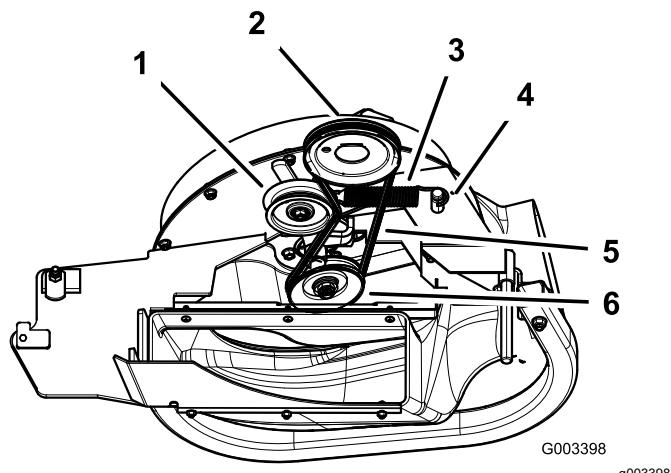

Figura 12
- Sur les tondeuses de 152 et 183 cm (60 et 72 po), chaussez la courroie sur la poulie de ventilateur (Figura 12).